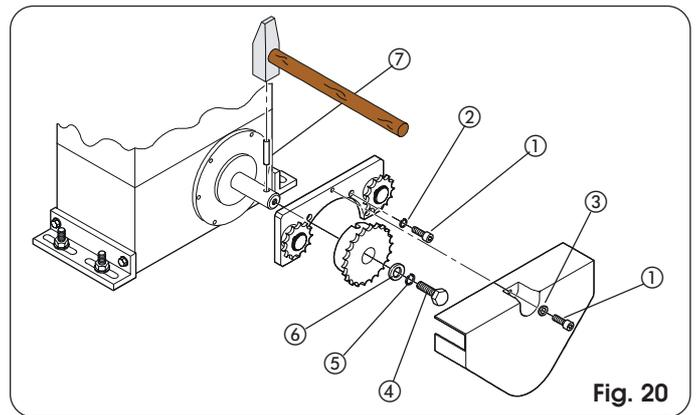
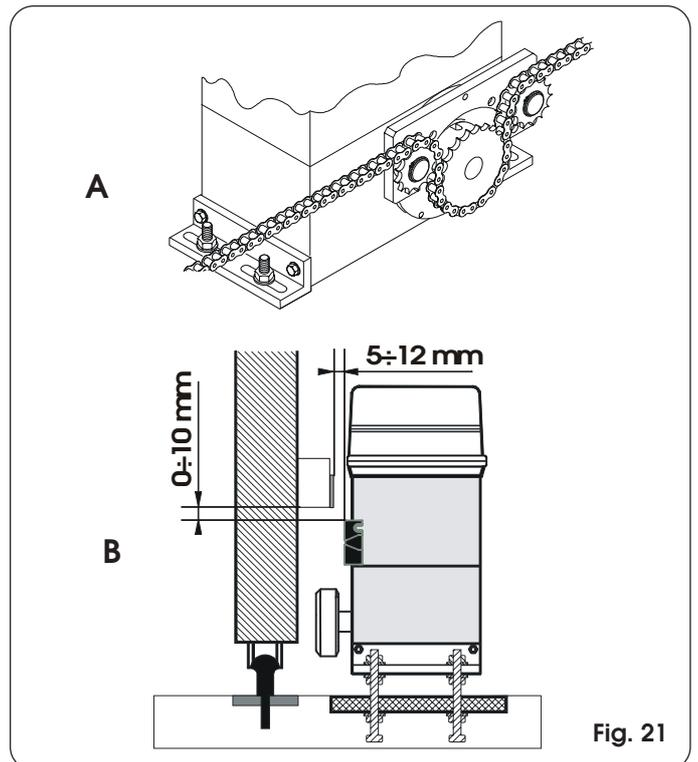

Fig. 20
Fig. 21
4.5.2. MOD. 746 ER RF (Fig. 20 - 21)
- 1) Introduire le goujon élastique ⑦ dans l'arbre en utilisant un marteau.
- 2) Appliquer sur la bride du motoréducteur la patte des renvois fous, en utilisant les quatre vis ① (M5 x 12) et les rondelles spécifiques ② présentes dans le kit de la Fig.20.
- 3) Appliquer le pignon à chaîne sur l'arbre en faisant coïncider les logements du pignon sur le goujon élastique et serrer la vis ④ et les rondelles spécifiques ⑤ et ⑥.
- 4) Passer la chaîne d'après la Fig.21 réf. A et monter le carter de protection avec la vis ① et la rondelle ③ d'après la Fig.20.
- 5) Pour les opérateurs dotés du fin de course MLS, prévoir les supports pour le positionnement des aimants fournis en respectant les cotes indiquées dans la fig. 21 réf.B.